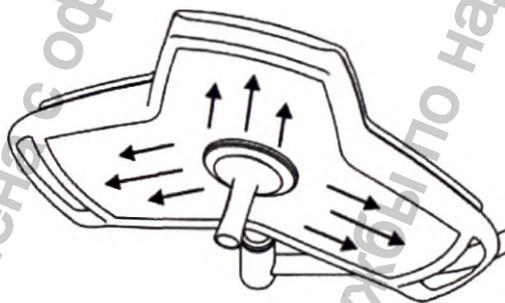

Рисунок 3-1. Очистка стекла
- При очистке и дезинфекции стекла блока осветительного его следует протирать радиально от центра к краям, как показано на Рисунок 3-1. Не следует водить тканью вперед-назад или по кругу. В противном случае возможно повреждение поверхности стекла.